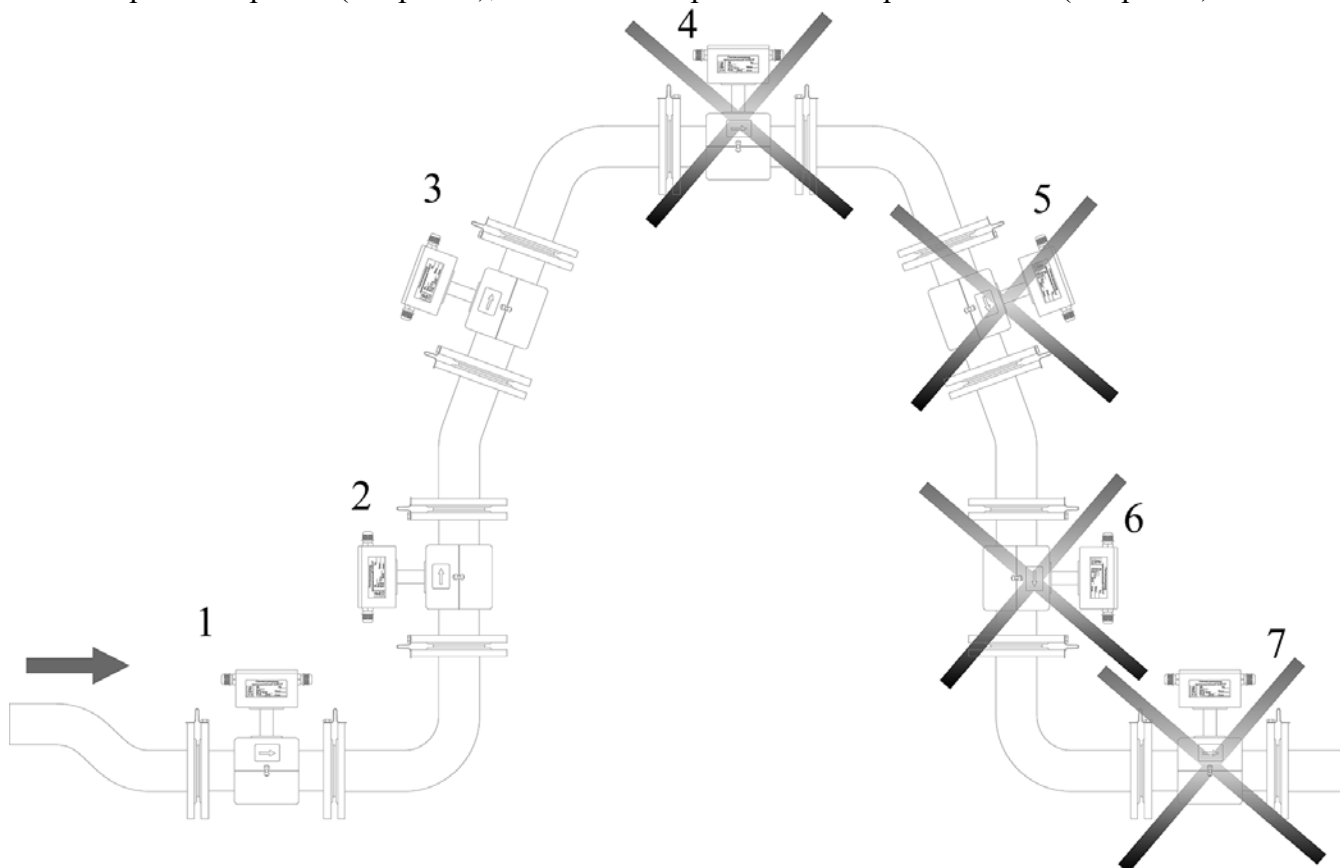
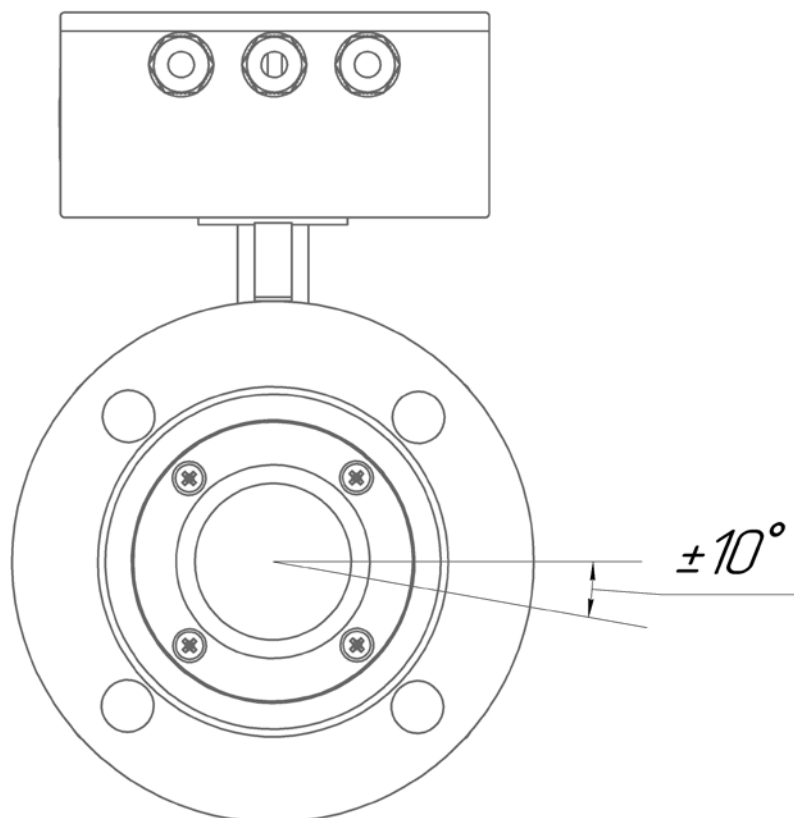

Рисунок 3 Варианты установки ППР (расходомера).
Рисунок 4 Ориентация ППР относительно осей
3.1.2.1. Расходомер устанавливается на горизонтальном, вертикальном или наклонном трубопроводе таким образом, что весь объем трубы преобразователя в рабочих условиях был заполнен измеряемой средой (см. рис. 3), а линия электродов была горизонтальна (см. рис. 4).
В случае горизонтальной установки рекомендуется размещать расходомер в наиболее низкой или наклонной части трубопровода (см. рис. 4 поз. 1, 3), где сечение трубы будет заполнено жидкостью.